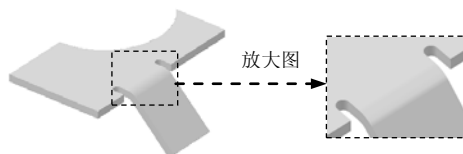

图 3.3.9 “圆形”止裂口
- ☑ ☒ **圆形(R)** 单选项：选中该单选项，在附加钣金壁的连接处，将主壁材料切割成圆形缺口来构建止裂口，如图 3.3.9 所示。